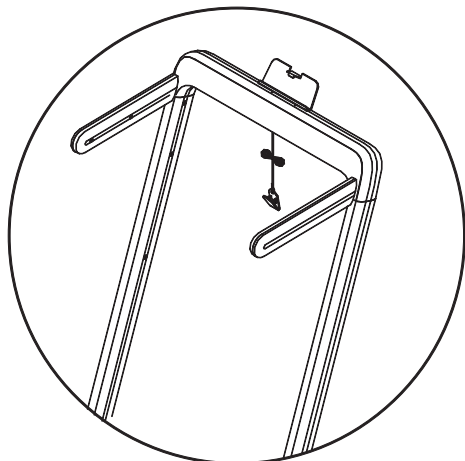

рис. 1
2. Возьмите пульт дистанционного управления и направьте его в окно дисплея беговой дорожки (как показано на рис. 2) в течение 10 секунд после отсоединения защитного замка (как показано на рис. 1). В то же время, нажмите кнопку Start/pause (Пуск/пауза) на пульте дистанционного управления в течение 3 секунд, и система издаст звуки «Диди ...», указывая, что пульт дистанционного управления и беговая дорожка были успешно сопряжены, и пульт дистанционного управления можно нормально использовать для управления беговой дорожкой.